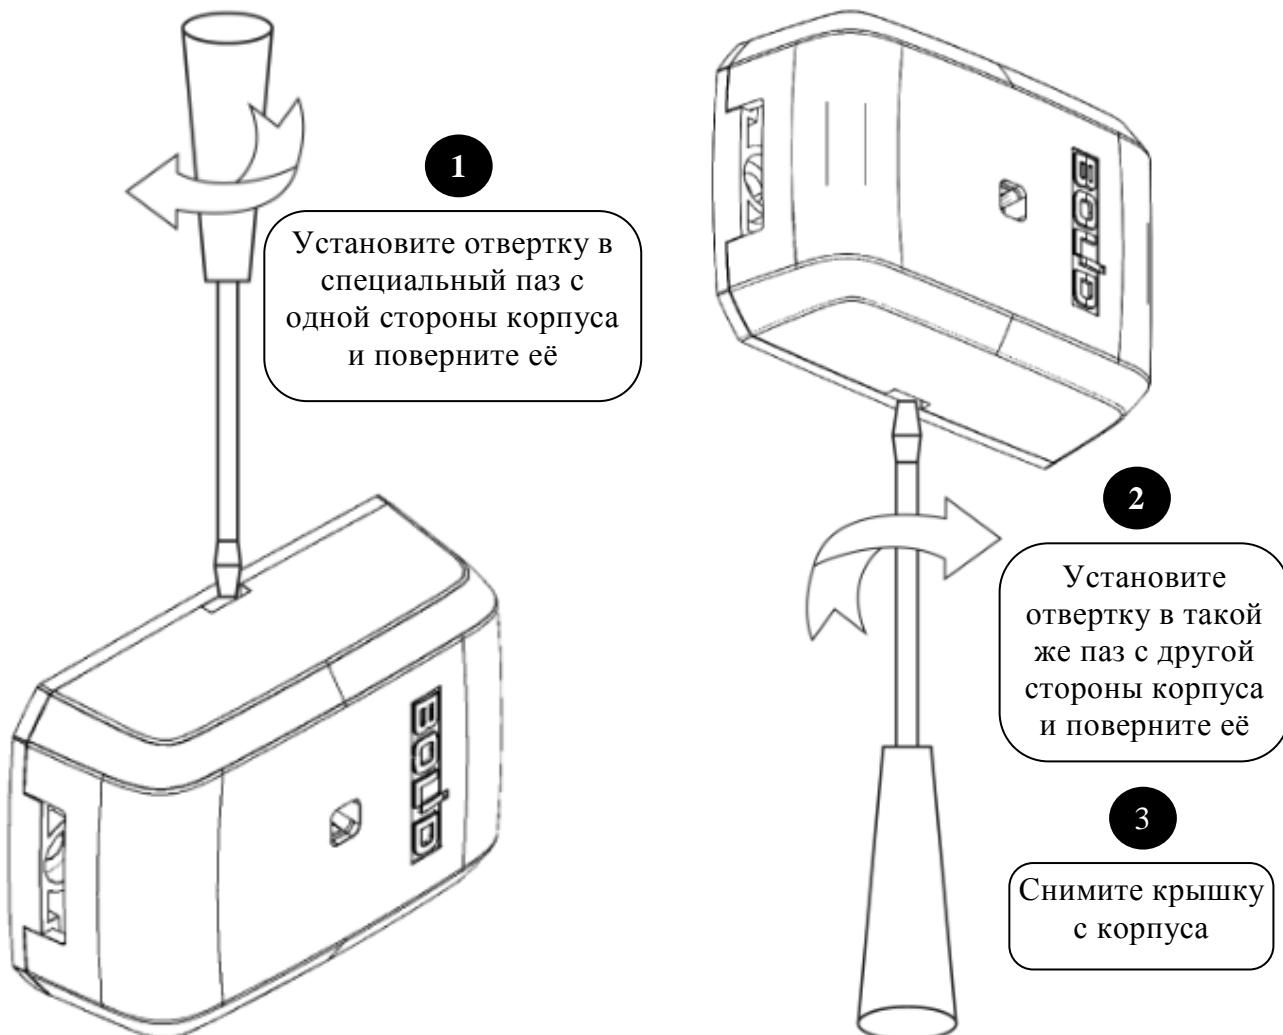

Рисунок 2.2.2 Снятие крышки AP2
- 4) снимите крышку с зацепов при помощи шлицевой отвёртки (см. рис. 2.2.2);